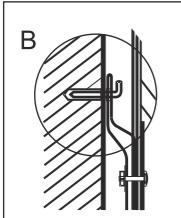

Рис. 8
2. После того, как вы выбрали правильное место установки водонагревателя, определите точки для отверстий под распорные болты с крюками (определяются в соответствии со спецификацией прибора, который вы выбрали). Просверлите в стене два отверстия соответствующей глубины с использованием сверла, подходящего по размеру под распорные болты, прилагаемые к водонагревателю, вставьте винты, поверните крюк вверх, плотно затяните гайки и затем повесьте электрический водонагреватель на эти крюки (смотри Рис.8).